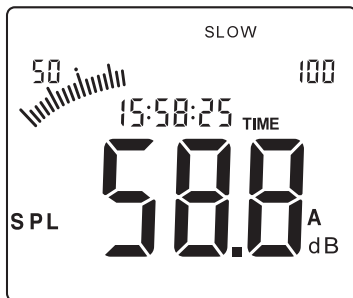

Figura 13
2. Pressione a tecla "**A/C CLEAR**" para modificar o tempo de ponderação entre **FAST** e **SLOW**. O display exibirá **SLOW** quando o modo lento estiver selecionado, registrando duas medições por segundo. O display exibirá **FAST** quando o modo rápido estiver selecionado, registrando oito medições por segundo. O display será atualizado conforme ilustrado na Figura 13.